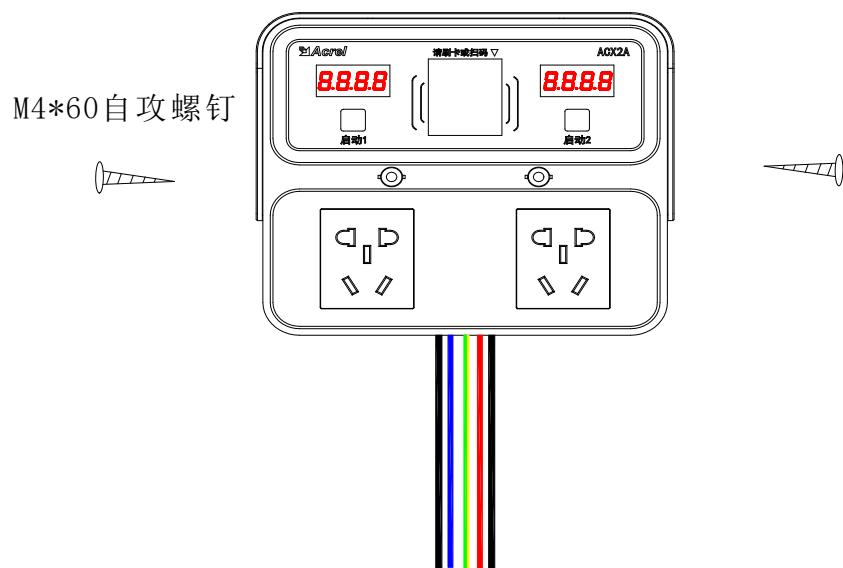

图 18
(3) 用 6 厘米的钻头把 2 个孔打好钉入 2 个膨胀管，在将设备用 2 个 M4*60 的自攻螺丝钉打紧。如图 18 所示。